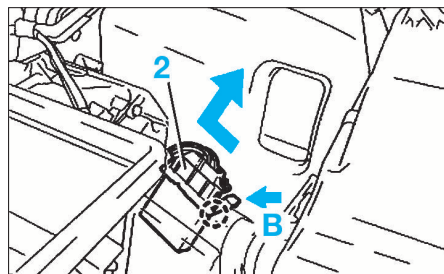

FIG. 17
- Débrancher le connecteur (2) (fig. 17).
- Pousser la partie (B) vers le bas